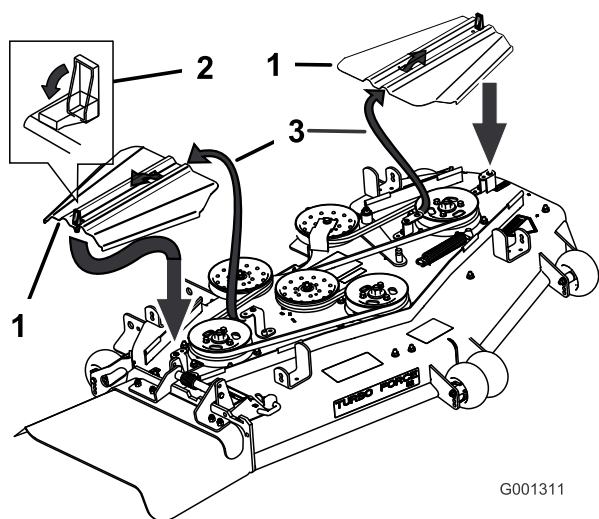

Figure 51
- Montez les couvercles de courroie et fermez les verrous (Figure 51).